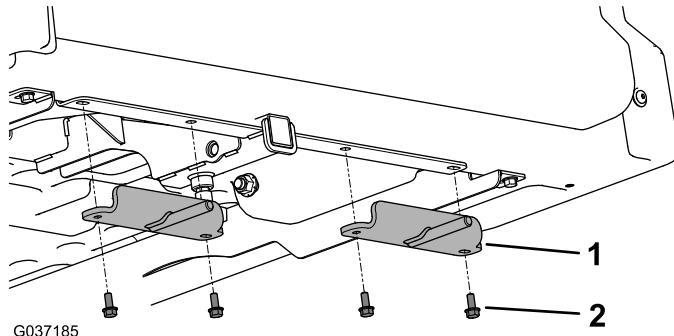

Рисунок 3
2. Установите два выносных упора на днище грузового кузова с помощью ранее снятых винтов с шестигранными фланцевыми головками (5/16 x 3/4 дюйма), как показано на Рисунок 3.